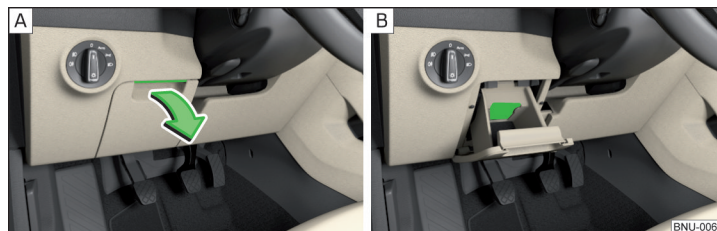

Fig. 95 Abrir el compartimento guardaobjetos/ postatarjetas
- Para **abrir** levante el tirador y abra el compartimiento en el sentido de la flecha » fig. 95 - [A].
En el compartimento guardaobjetos hay un portaltarjeta » fig. 95 - [B].